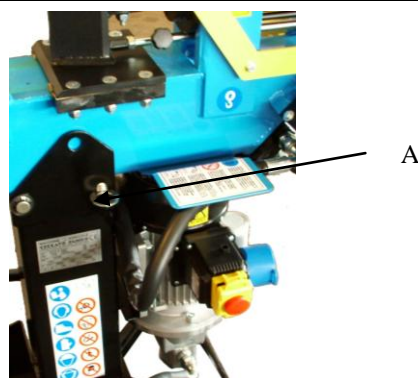

Abb.15
Der Holzspalter ist entworfen, um in drei Positionen arbeiten: vertikal und horizontal bis schräg maximale Vielseitigkeit zu erhalten und Benutzerfreundlichkeit. Entfernen Sie den Sicherungsstift (A) auf den Rahmen, positionieren Sie den Splitter in die gewünschte Position und relock es wieder mit seinem Stecker (siehe Abb.15). Verwenden Sie den Holzspalter in einer vertikalen Position, sichern Sie es durch Einstecken des Steckers, wie gezeigt. Stellen Sie das Gerät auf einer ebenen Fläche, die Aufrechterhaltung einer Freiraum um das Gerät, dass Sie die Größe des Zylinders prüfen und mindestens 2 Meter von der gegenüberliegenden Seite, wenn Sie den Holzspalter, horizontal oder diagonal und ein freier Raum um die Maschine mindestens 2 verwenden Meter, wenn Sie sie in eine aufrechte Position. Dieser freie Raum um die Maschine muss dem Sturz von Holz und jedes Manöver sicher. Stellen Sie den Schalter auf dem Motor in der Position, die ich dann laden die Dateien auf der Arbeitsfläche zur Unterstützung der Kopf mit einem Messer, mit Hilfe der Zwei-Hand-Hebel auf die Bewegung des Schiebers zu starten. Nach dem Schneiden der Stamm handeln in der entgegengesetzten Richtung auf die Zwei-Hand-Hebel, um den Schieber in seine Ausgangsposition zurückzukehren.